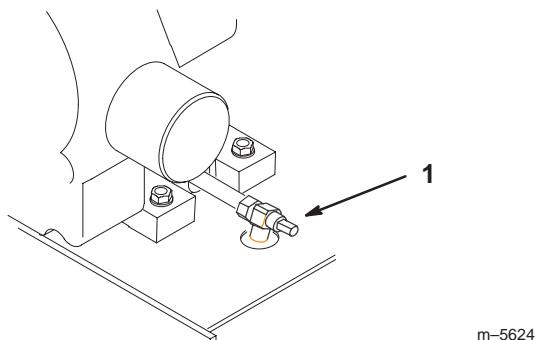

Bild 40
- Stellen Sie eine Auffangwanne unter die Ölabblassschraube. Drehen Sie das Ölabblassventil, damit das Öl ablaufen kann (Bild 40).